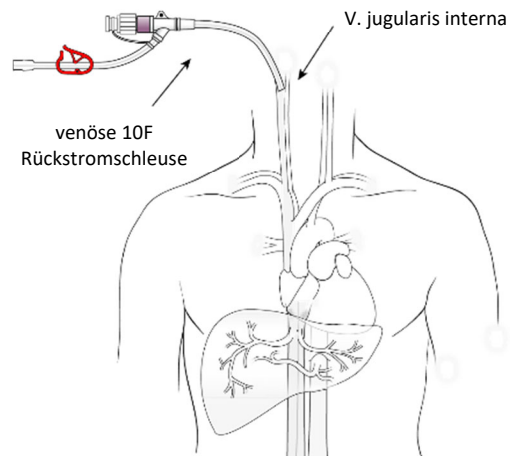

Abbildung 22
- (a) Bringen Sie den Absperrhahn am Seitenanschlussschlauch der Schleuse an. Führen Sie die venöse Rückstromschleuse mittels standardmäßiger Seldinger-Technik (unter Ultraschallkontrolle) in die V. jugularis interna (vorzugsweise die rechte V. jugularis interna, siehe Abbildung 22) ein. Spülen Sie die Schleuse mit steriler heparinisierter normaler Kochsalzlösung. Schließen Sie den Absperrhahn. Sonographische Kontrolle und eine einzelne Punktion der anterioren Venenwand sind erforderlich, um eine versehentliche Punktion der Karotis zu vermeiden. Bei einer versehentlichen Punktion der Karotis muss der Eingriff abgebrochen und auf ein späteres Datum verschoben werden. Nach der Platzierung der Schleuse führen Sie den Obturator durch das Ventil ein.